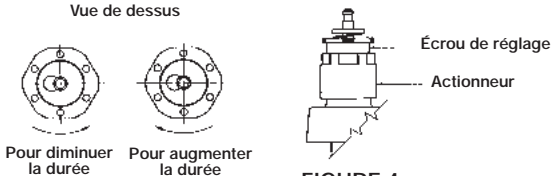

FIGURE 4
- C) Pour modifier la durée d'écoulement, tourner l'écrou moleté de réglage en plastique à l'aide d'une pince. En desserrant l'écrou (sens anti-horaire), on réduit la durée d'écoulement; en serrant l'écrou (sens horaire), on augmente la durée d'écoulement (Figure 4).